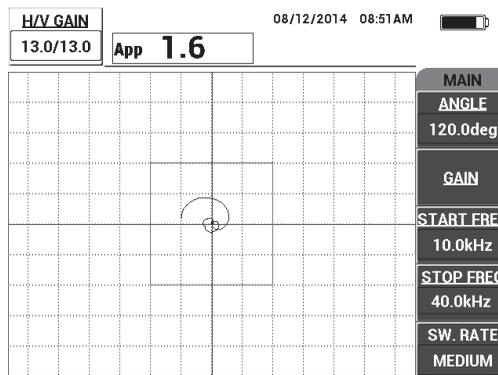

Figura 6-19 A figura da varredura entre duas divisões
2. Coloque a ponta da sonda em uma boa peça do padrão, pressione a tecla **GAIN (dB)** e, em seguida, use o botão para ajustar o ganho até a figura da varredura estar contida entre duas divisões dentro da caixa de alarme (veja Figura 6-19 na página 143).